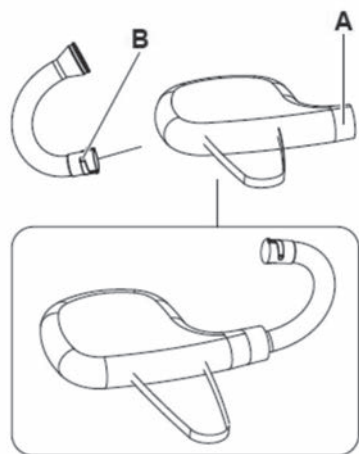

РИС. 4
1) Вставьте изогнутую трубку в молнию сумки. Конец трубки с прорезью (В) проходит первым через область (А) мешка. См. полное изображение сборки на РИС. 4 для правильного вида. Как только трубка окажется на месте, затяните ремешок на липучке.